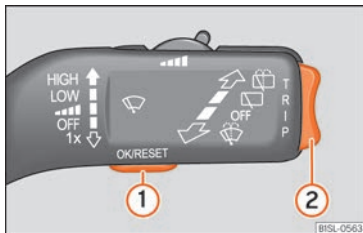

Fig. 62 Levier des essuie-glaces : touches d'accès aux menus du tableau de bord.
- Avec le contact mis et l'historique 1 ou 2 à l'écran, appuyez brièvement sur la touche **OK/RESET** »» fig. 62 ① pour passer d'un historique à un autre.
Lorsqu'un message d'avertissement de priorité 1 » page 72 s'affiche, aucun menu n'est accessible. Certaines alertes peuvent être confirmées et masquées en appuyant sur la touche » fig. 62 ①.